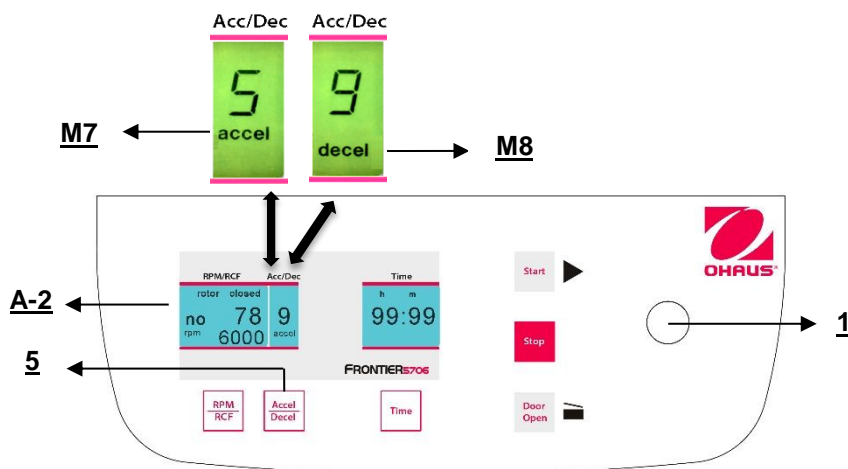

Figura 21
Questa funzione è attivata mediante il tasto **"Accel/Decel"** (5) (fare riferimento alla figura 21). Premendo il tasto una volta, la parola **"accel"** (M7) lampeggia nel display **"Acc/Dec"** (A-2). L'accelerazione desiderata può essere preselezionata mediante la manopola di regolazione (1). Il valore 0 è equivalente al più basso e il valore 9 è l'accelerazione più elevata.